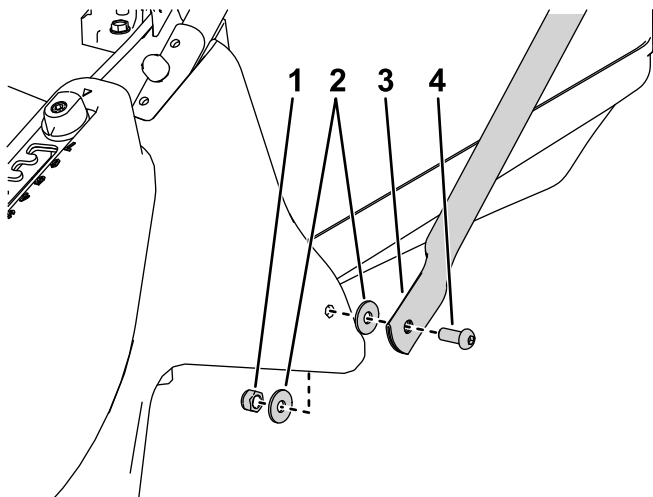

Bild 4
3. Bauen Sie das Unterteil der Strebenholme auf jeder Seite des Mähwerks mit einer Schraube, Beilagscheiben und außen auf dem Mähwerk mit einer Sicherungsmutter ein (Bild 4).